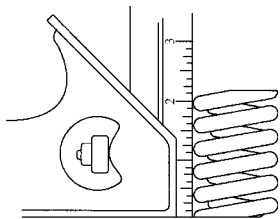

图 5-16 气门弹簧的测量
84. 当讨论图 5-16 所示的装置时，部件专家 A 说这是正在测量气门弹簧的自由高度。部件专家 B 说这是在检查气门弹簧的垂直度。谁是正确的？